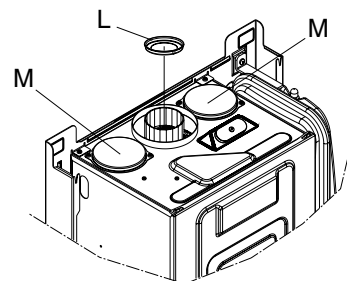

Fig. 3.9
La caldaia viene fornita predisposta per essere collegata a condotti di scarico/aspirazione coassiali e con l'apertura per l'aspirazione aria (M) chiusa (fig. 3.9).